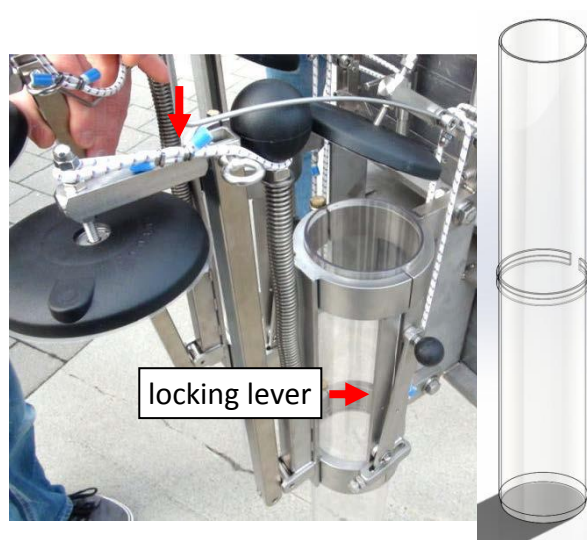

Figure 14: core holder
- 以彈力繩固定下蓋(Figure 14)
- 將 core 管柱的鎖定桿(locking lever)轉開(Figure 14)
- 將固定下蓋的彈力繩移除(Figure 14)